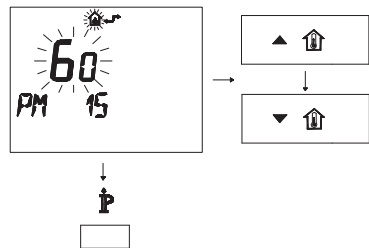

Fig. 5.33
- Modificare il SET programmato agendo sui pulsanti ▲⏮ o ▼⏮ fino a visualizzare un **set di 60**, aspettare che il numero programmato cominci a lampeggiare (Fig. 5.33)